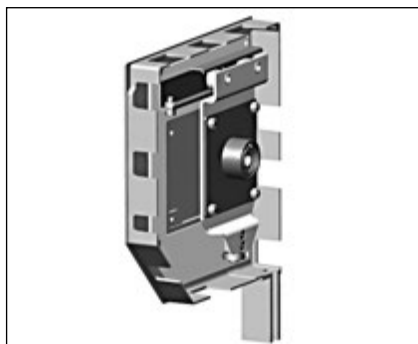

Рис.2.6
- установить подвижную пластину (с прикрепленными на ней элементами крепления) подшипниками в направляющую неподвижной опорной пластины каретки (рис.2.6);
- откатить подвижную пластину (с элементами крепления) назад до упора с задней стенкой боковой крышки (рис. 2.6);